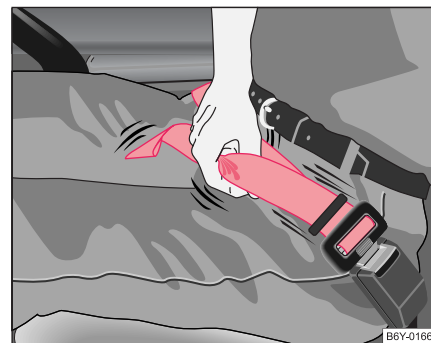

Fig. 98 Raccourcissement de la sangle sous-abdominale
- Tirez sur l'extrémité libre de la ceinture ⇒ page 119, fig. 98.